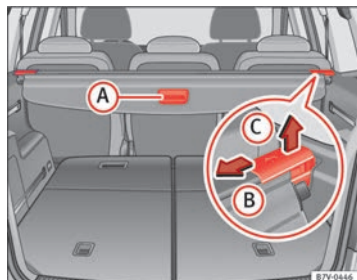

Fig. 91 En el maletero: bandeja del maletero.
- Tire de la maneta de la bandeja ⇒ fig. 91 (A) un poco hacia atrás.
- Presione la bandeja en el sentido que indica la flecha ⇒ **fig. 91 (B)**.